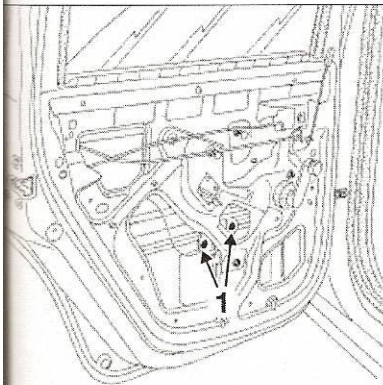

Fig. 59
• Déposer les vis (1) (Fig.59).